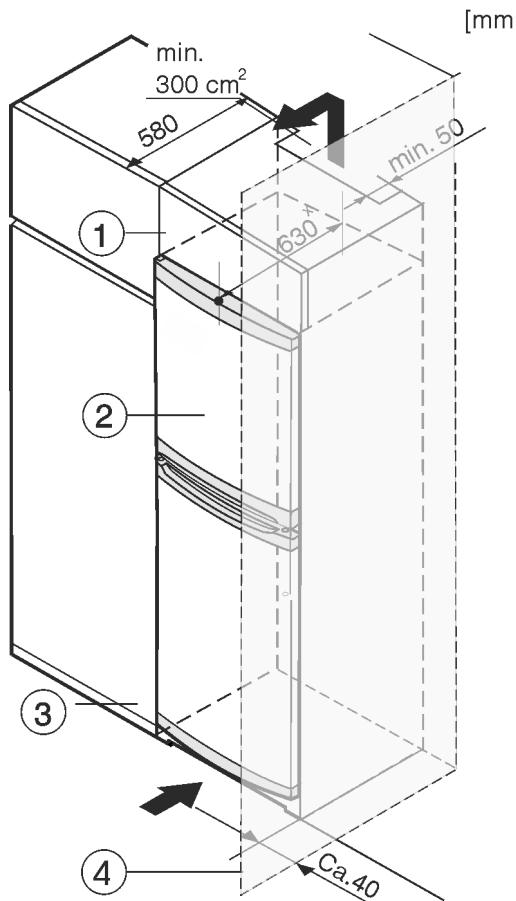

Fig. 8
Uredaj se može adaptirati za ugradnju u kuhinjske ormare. Kako biste uređaj Fig. 8 (2) prilagodili visini kuhinjskog namještaja, iznad uređaja možete postaviti viseći ormari Fig. 8 (1).
Kod adaptacije s kuhinjskim ormarima (dubina maks. 580 mm) uređaj se može postaviti izravno uz kuhinjski ormari Fig. 8 (3). Uredaj stoji bočno 34 mm × i u sredini uređaja 50 mm × nasuprot pročelju kuhinjskog ormara.
Kada se uređaj postavlja s okovima pored zida Fig. 8 (4), razmak između uređaja i zida mora iznositi najmanje 40 mm. To odgovara stajanju ručice kod otvorenih vrata.